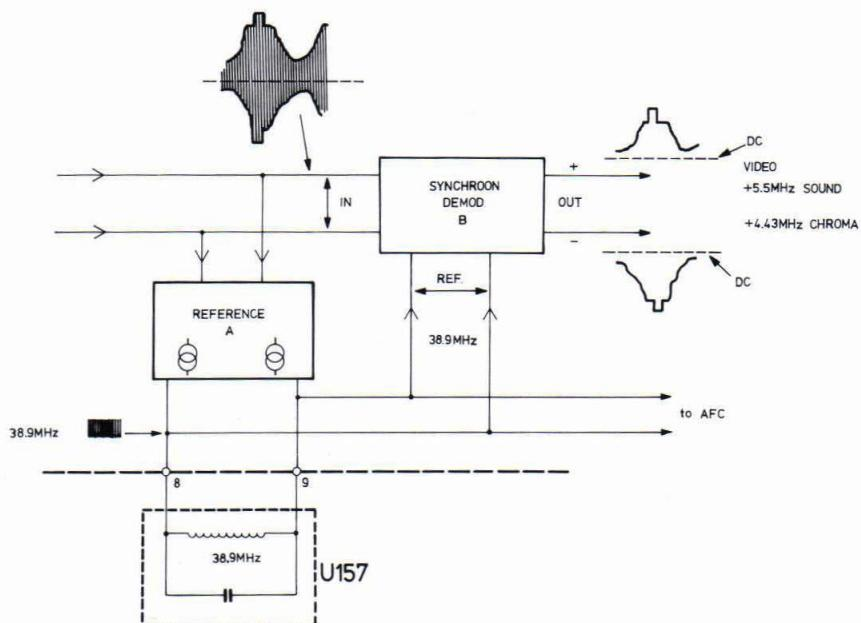

Fig. III-3
4. De MF-detektor + video uitgang (Fig. III-3)